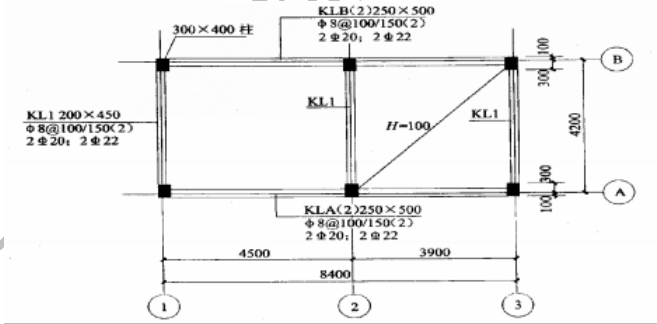

图 2-9 楼层结构平面图
如下结构图 2-9 所示，②~③轴有现浇楼板，板厚 100mm，①~②轴无现浇板。已知各框架柱断面均为 300mm×400mm，柱混凝土强度等级为 C25，四周梁外边与柱外边重合，②轴柱中心与轴线重叠。②轴梁与柱中心重叠，梁板混凝土强度等级为 C20，混凝土采用现场搅拌非泵送卵石混凝土。试计算梁的清单工程量，并填写分部分项工程和单价措施项目清单与计价表。